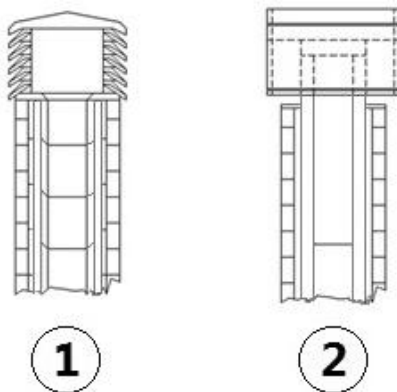

Fig. 5 - Nasady kominowe wiatroodporne
- Zaleca się przygotowanie wiatroodpornej nasady kominowej, patrz **Fig. 5**.
- Zewnętrzny kanał dymowy wykonany wyłącznie z izolowanych przewodów rurowych inox z podwójną ścianką minimalnie $\varnothing 100/120$ mm: całość dobrze przymocowana do ściany. Z nasadą kominową wiatroodporną (patrz **Fig. 5**).